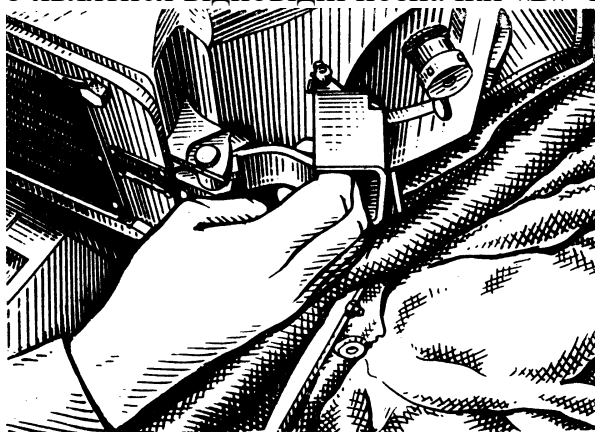

Рис. 38. Натискання важеля ручного спуска гармати 2А42
- перевіряє роботу запобіжника9 та ручного спуска гармати при встановленні на шептало затворній рамі, для цього, не знімаючи шептало з запобіжника, натискає на важіль ручного спуска (рис. 38), розташований з правої сторони кришки-вантажу, при цьому рухливі частини повинні залишитися нерухомими;